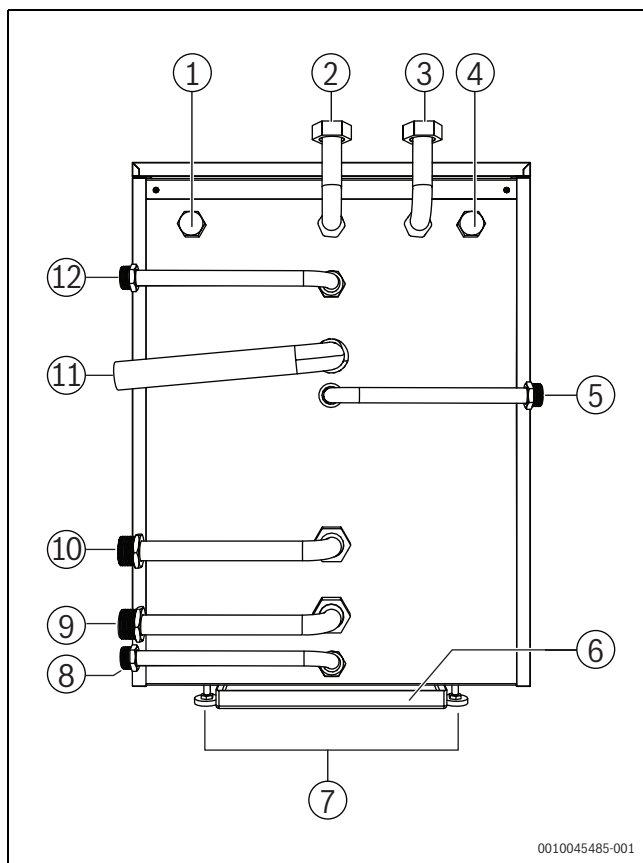

Bild 14 Anschlüsse
- ▶ Vorlaufrohr vom Wärmeerzeuger spannungsfrei am Vorlauf (→ Bild 14 [9], Seite 12) montieren.
- ▶ Rücklaufrohr zum Wärmeerzeuger spannungsfrei am Rücklauf (→ Bild 14 [10], Seite 12) montieren.
- ▶ Wasserleitung vom Trinkwassernetz am Eingang (→ Bild 14 [5], Seite 12) spannungsfrei montieren.
- ▶ Wasserleitung zum Trinkwasserspeicher am Ausgang (→ Bild 14 [12], Seite 12) spannungsfrei montieren.
- ▶ Abflussleitung am Abfluss (→ Bild 14 [11], Seite 12) montieren.